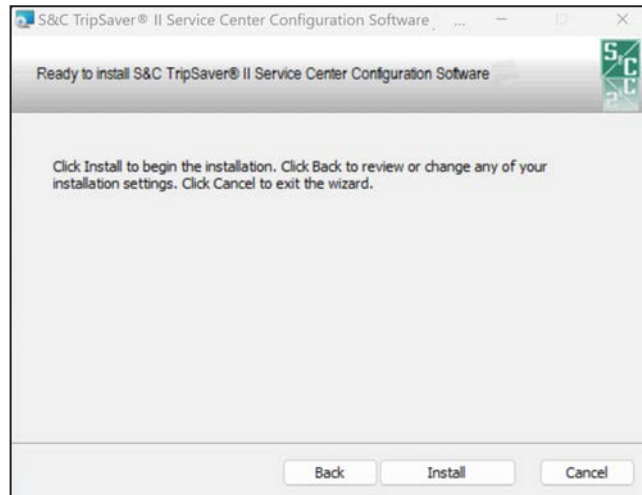

Figura 6. Caixa de diálogo Pronto para Instalar.
PASSO 5. Com a pasta de instalação selecionada, a caixa de diálogo Ready to Install (Pronta para Instalar) é exibida. Ver Figura 6. Clique no botão **Install** (Instalar) para iniciar a instalação. Clique no botão **Back** (Retornar) para revisar ou fazer alguma alteração, ou clique no botão **Cancel** para sair do processo de instalação.